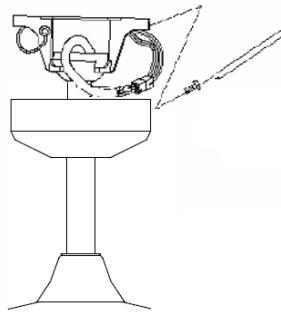

Abb. 8
- Decken Sie die Halterung mit der Abdeckung ab. Die Verkabelung befindet sich nun unter der Abdeckung und Sie sollten darauf achten, dass diese in diesem Schritt nicht beschädigt wird. Sichern Sie die Abdeckung an der Halterung der Deckenstange mittels der mitgelieferten Schrauben. Abb. 8.